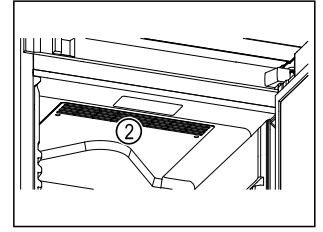

Fig. 62
- Ikke tildekk luftåpningen Fig. 62 (2) til omluftviften inne i apparatet.